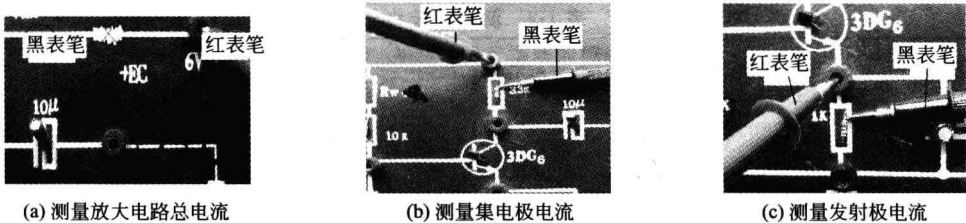

图 1-10 万用表表笔测试点
- (5) 用万用表测量三极管工作电流。将万用表量程选择开关置于直流电流挡位 5mA 挡，用电烙铁断开电阻的一个焊点，将万用表表笔串联接入电路中，注意极性，遵循电流从“+”到“-”的方向，即电流从红表笔流入，从黑表笔流出；观察表盘指针，读取数值并做好记录。表笔接入点如图 1-10 所示。